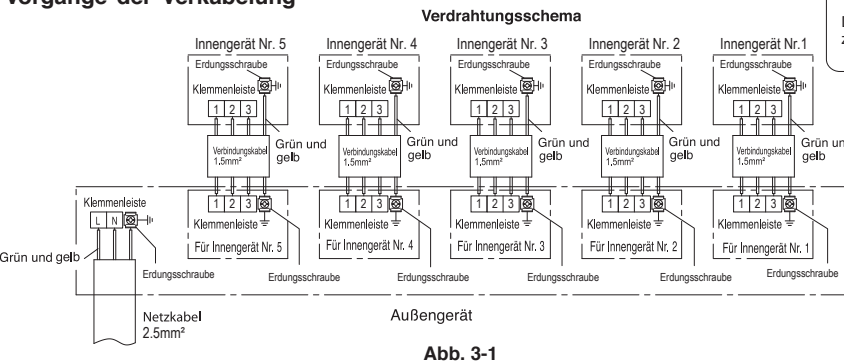

Abb. 3-1
- (1) Die Terminalblöcke für den Anschluss der Innen- und Außenkabel sollten wie in der Abbildung dargestellt entsprechend dem Nummerierungssystem des Gerätes in der Reihenfolge 1, 2, 3, 4, 5 von der rechten Seite aus installiert werden. Der linksseitige Terminalblock ist für den Netzanschluss.
- (2) Die elektrische Verdrängung gemäß Abb. 3-1 zwischen dem Innengerät und dem Außengerät anschließen. Niemand die elektrische Verdrängung falsch ausführen. Eine falsche Verbindung wird die Einheit veranlassen, richtig nicht zu funktionieren, und kann Funktionsstörung verursachen.
- (3) Das Verbindungskabel muss durch das Band am Anschlussklemmenbrett befestigt werden.